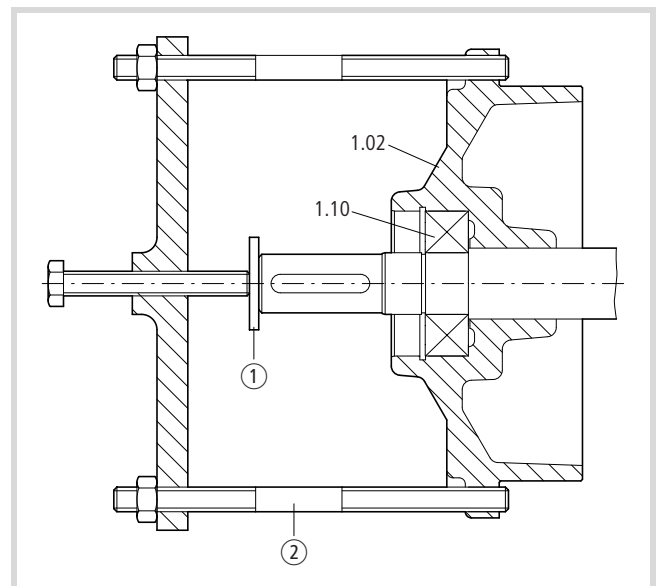

Abbildung 9: Lagerschild AS (1.02) und Wälzlager AS (1.10) von Welle ziehen
- ▶ Ziehen Sie den Lagerschild AS (1.02) und das Wälzlager AS (1.10) mit Hilfe einer Abziehvorrichtung von der Welle (→ Abb. 9).